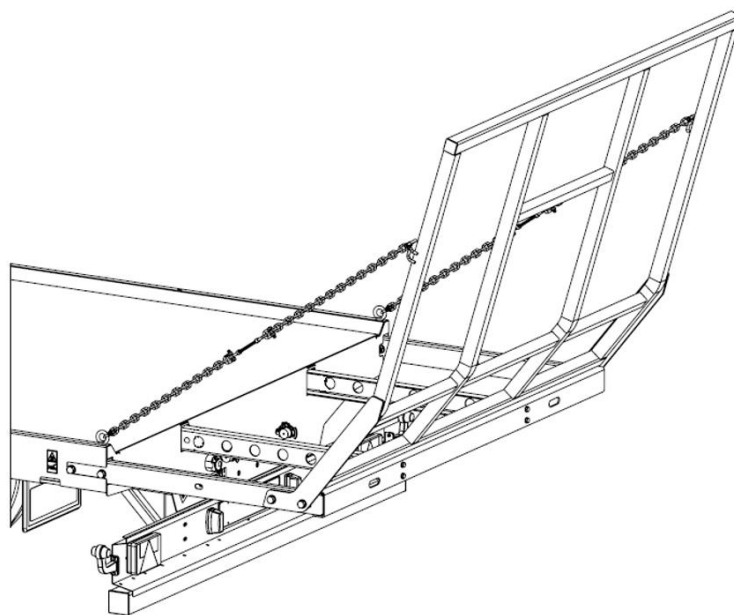

Abbildung 9. Rahmen zur Verlängerung der Ladefläche
Der Rahmen (1) ist eine geschweißte Konstruktion aus Stahlelementen, bei der das tragende Element aus einem metallurgischen U-Profil oder einem kalt gebogenen Profil besteht, das durch Querträger verbunden ist. Der Boden des Laderaums besteht aus Blech mit einem profilierten Seitenrand. Der Laderaum wird an der Vorder- und Rückseite durch Stützwände (4) begrenzt. Er kann durch Ausziehen des ausziehbaren Rahmens (5) erweitert werden. Abbildung 9 zeigt den Rahmen in ausgezogener Position. In dieser Position darf der Anhänger nur abseits der Straße benutzt werden. Bei den Anhängern T019 und T024 sind außerdem Taschen im Rahmen vorhanden, in denen verzinkte Steckungen (9) angebracht werden können.